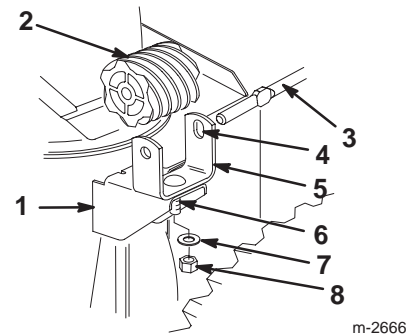

Figure 16
5. Introduisez le vis de carrossier dans le trou de montage du support de la vis sans fin (Fig. 16).
6. Placez la vis sans fin dans le support, les trous fendus en face les uns des autres. Introduisez la tige de commande de l'éjecteur dans les trous (Fig. 16).
7. Montez la vis sans fin et le support sur la bride, sans serrer, à l'aide d'une vis de carrossier, d'une rondelle plate et d'un contre-écrou (Fig. 16).